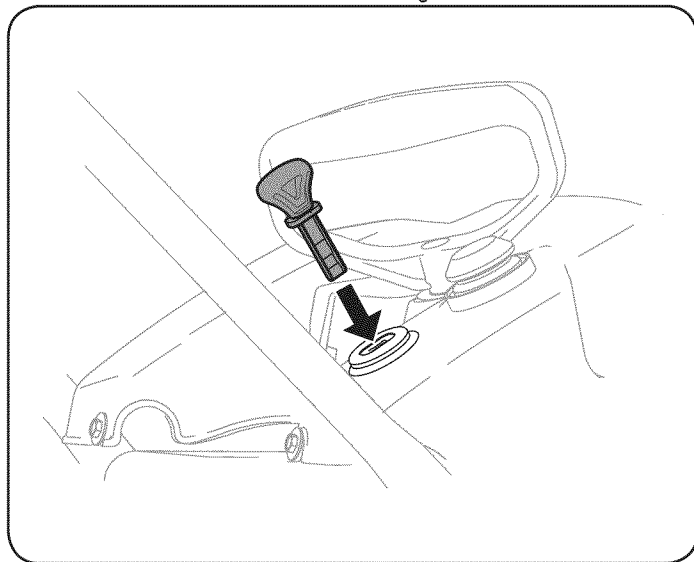

Figura 7
1. Inserte la llave en la ranura. Vea la Figura 7.